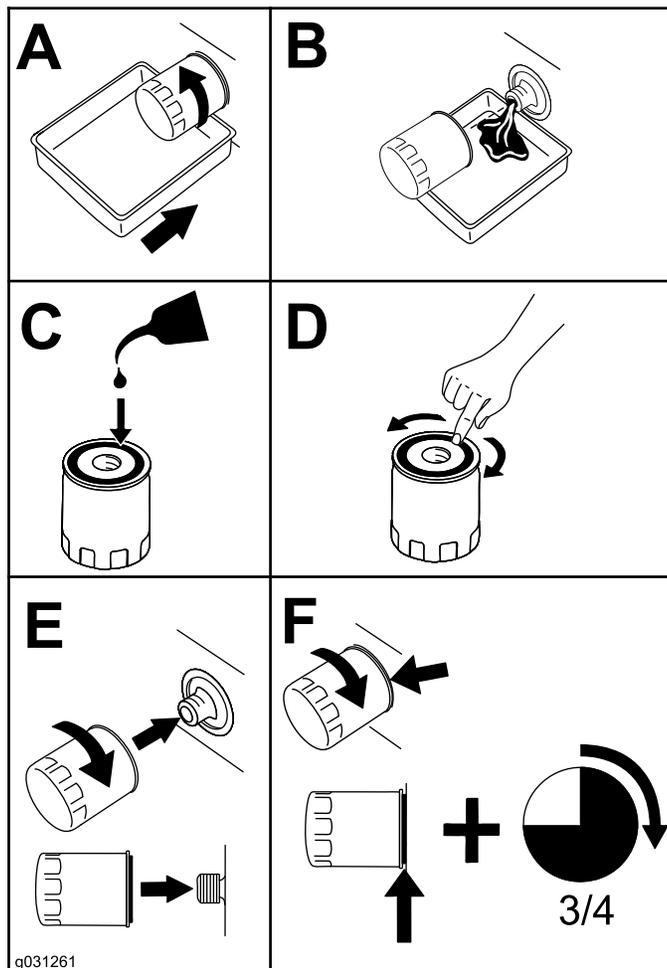

Рисунок 95
- Замените масляный фильтр двигателя (Рисунок 95).